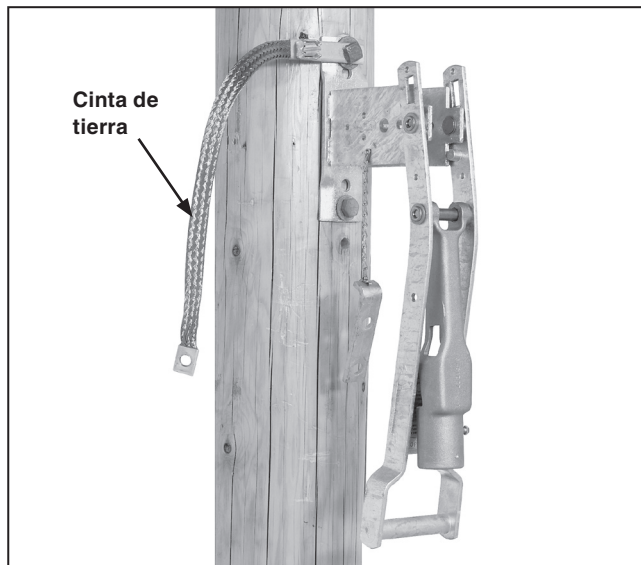

Figura 16. Montaje de la palanca de operación.
**PASO 27.** Monte la palanca de operación como se muestra en el plano de montaje. Al mismo tiempo, use uno de los tornillos de montaje de la palanca de operación para enganchar un extremo de la correa de la conexión a tierra (el extremo con el conector de la puesta a tierra enganchado) a la placa de montaje de la palanca. Ver Figura 16. ● ■